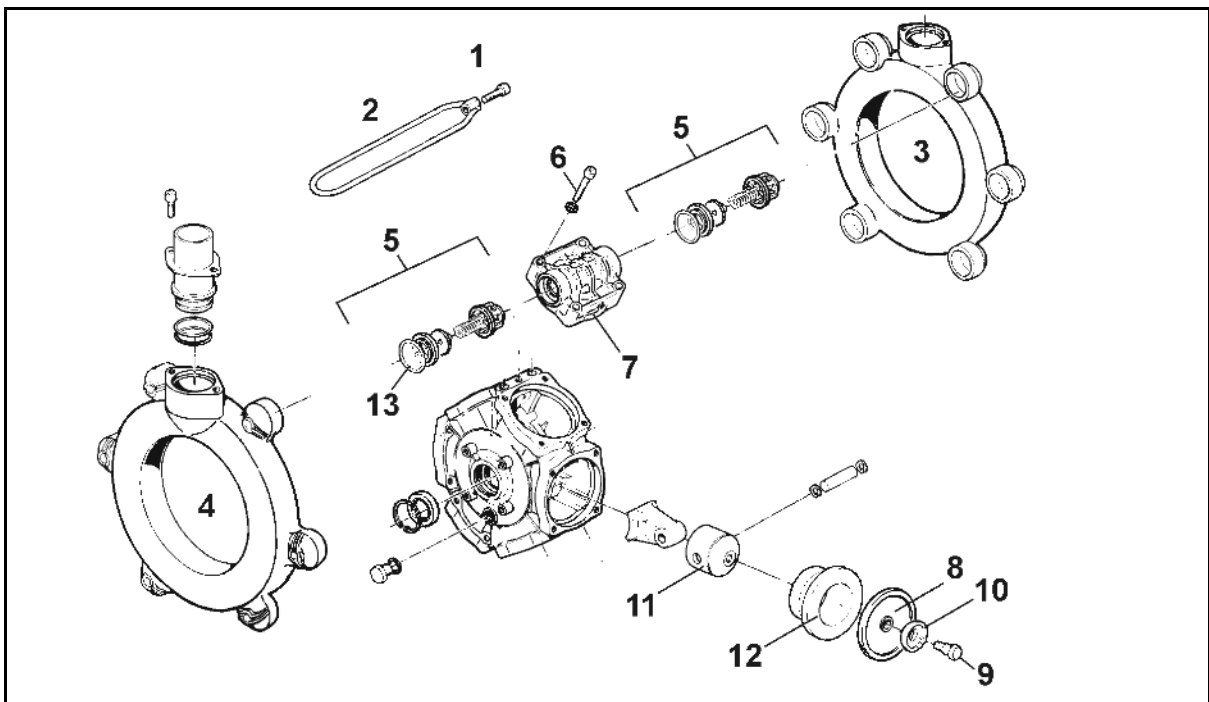

Fig. 174
1. Kontermutter der Einstellschraube (Fig. 174/1) lösen.